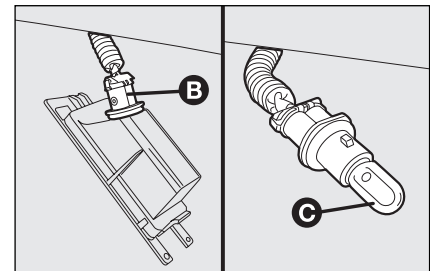

Рис. 35
- поверните патрон **В**, **рис. 35**, по часовой стрелке;